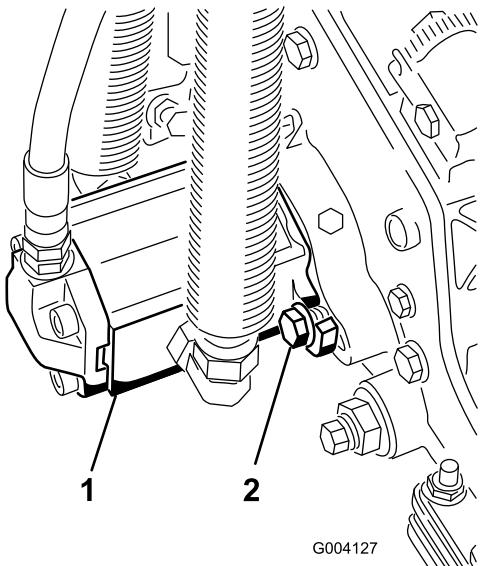

図 13
16. モータを手に持ち、右回りにひねってモータのフランジをボルトから逃がしながら、キップスクリュにモータをセットする(図 13)。